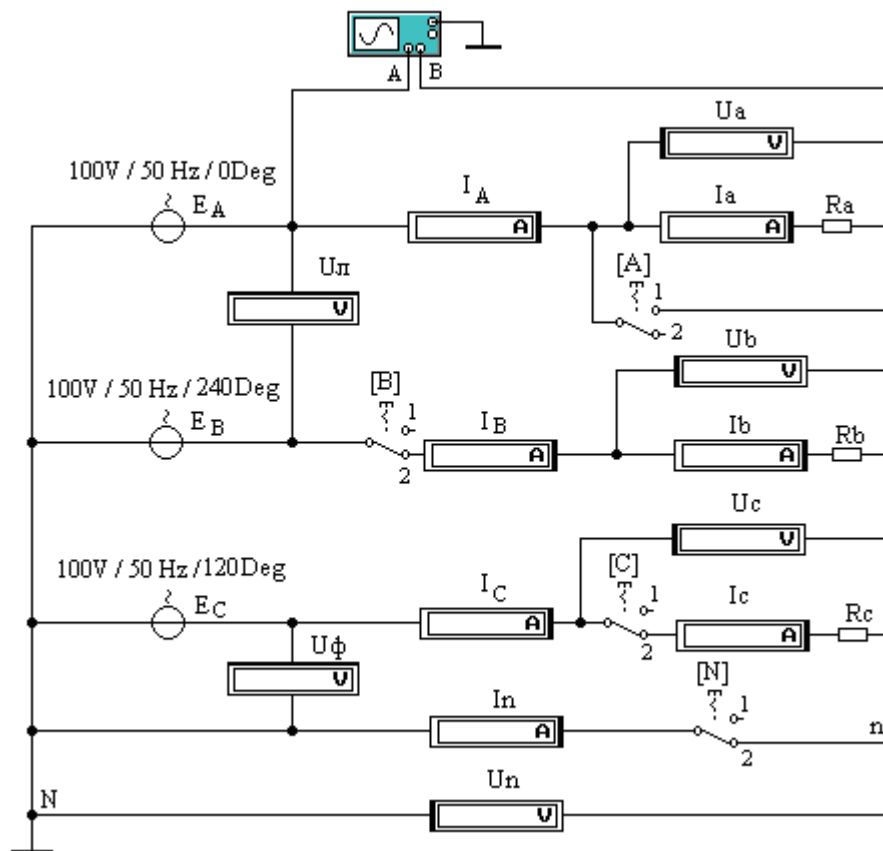

Рисунок 1 - Схема трехфазной цепи соединение по схеме «звезда»
1.Собрать схему электрической цепи (рисунок 1).
5. В схеме электрической цепи (рис. 1) переключатель N перевести в положение 1 (нажать на клавиатуре клавишу N).
8. В схеме цепи (рис. 1) переключатель N перевести в положение 2